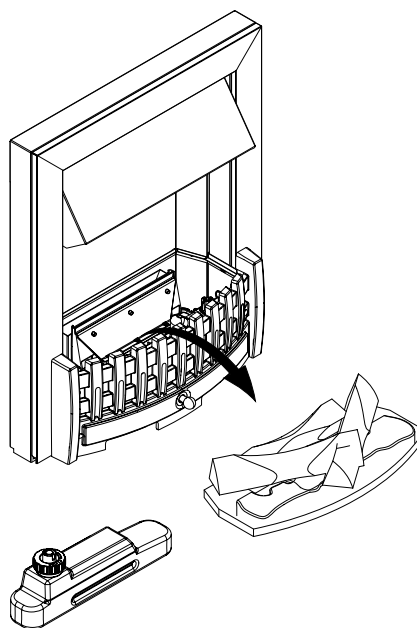

Fig.3
1. Manteniendo encendido el efecto de la llama, quite el lecho de combustible y el depósito de agua. (Véase la Fig. 3)
2. Quite con cuidado el lecho de combustible y déjelo aparte. (Véase la Fig. 3)
1. Ponga el botón "A" en la posición de "Apagado" (0).
2. Levante con cuidado el lecho de combustible y colóquelo con cuidado en el suelo. (Véase la Fig. 3)